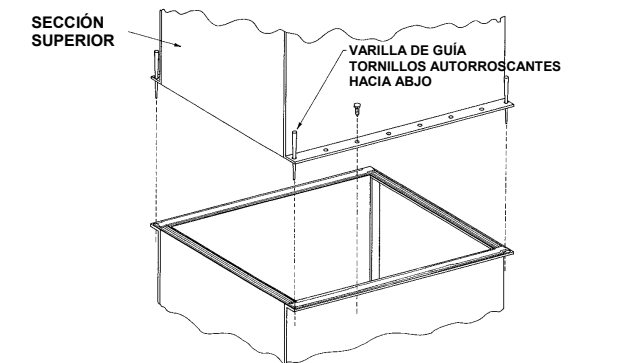

Figura 15 - Emparejamiento de la Sección Superior Sobre la Sección Inferior.
Bajar la sección superior completamente horizontal, hasta situarla a algunos centímetros sobre la sección de bandeja, tener cuidado que no se tocan y la cinta sellante no se daña. Colocar varillas o punzones de guía (Ver la figura 15) en, al menos, 3 de los taladros de montaje de las esquinas y entonces ir bajando gradualmente la sección de batería – ventilador hasta su posición final, guiada por las varillas haciendo coincidir los taladros de montaje de la sección inferior.
4. Fijar la malla protectora al cilindro con tornillos en todos los taladros como se indica en figura 15. Cada cuatro puntos de fijación, donde el marco soporte coincide con el cilindro, atornillar conjuntamente marco y malla al cilindro.